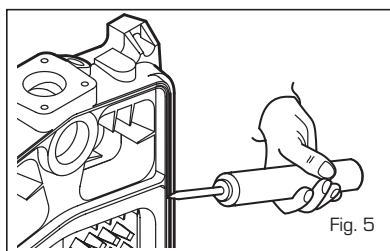

Fig. 5
- stendere il cordone di silicone (fig. 5) nella gola prevista per la tenuta fumi della testata posteriore;